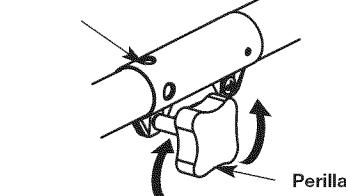

Fig. 5
PRECAUCIÓN: Antes de operar esta unidad, cerciórese de que el botón de liberación esté completamente encajado en el orificio principal (Fig. 4) y de que la perilla de ajuste (Fig. 5) esté firmemente apretada.
- Gire la perilla en sentido antihorario para aflojarla (Fig. 5).
- Gire la perilla en sentido horario para ajustarla (Fig. 5).
Para realizar recortes decorativos con el accesorio de corte de cabezal de línea u otro accesorio, trabe el botón de desconexión del accesorio de corte u otro accesorio en el interior del agujero de 90° (Fig. 5).